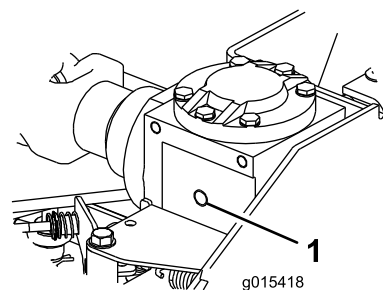

Figura 12
2. Retire el tapón del orificio de llenado de la caja de engranajes y compruebe el nivel de aceite (Figura 12).